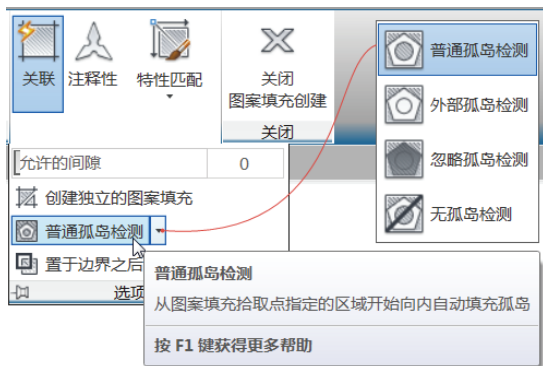

图 3-44 指定孤岛检测方式
③ 在“图案”面板中选择“GB_LINEAR”渐变色图案，在“特性”面板中设置（渐变色 1）为“蓝”色，（渐变色 2）为“黄色”，
④ 在“选项”面板中单击“选项”溢出按钮，接着从“孤岛检测”下拉列表框中选择“普通孤岛检测”选项，如图 3-44 所示，并确保选中“关联”按钮.